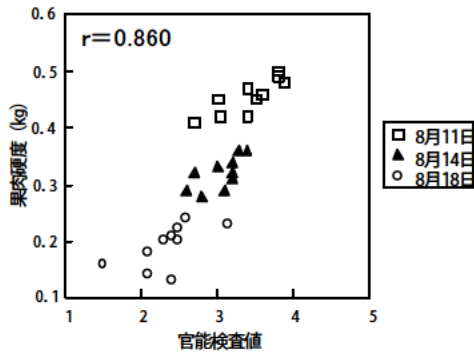

図1 メロンの官能検査値と果肉硬度との関係
1. 一般に好まれるメロンの果肉硬度は、果実硬度計の測定値として0.3~0.4kgである(図1)。